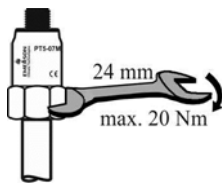

Fig. 2:
**Connexion à visser: (Fig. 2)**